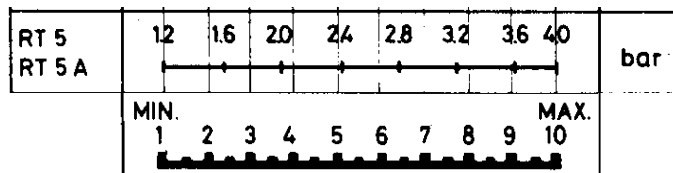

Fig. 4
- a) Rotiti butonul (1) pana cand indicatorul scarii (2) se pozitioneaza la valoare presiuni la care se doreste repornirea arzatorului;
- b) Demontati capacul presostatului si pozitionati tamburul (3) la valoarea aleasa pentru diferential (oprirea arzatorului) in baza diagrammi din Fig. 4.